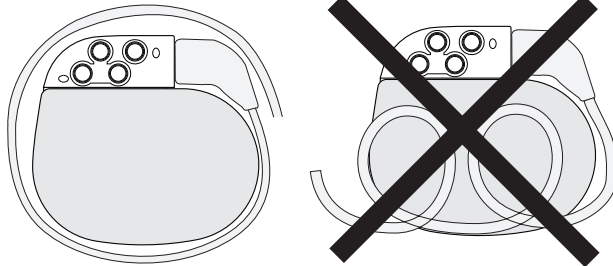

Figura 3. Avvolgimento delle estensioni in eccesso intorno al perimetro del neurostimolatore.
- Non arrotolare l'estensione in eccesso sul lato anteriore del neurostimolatore. Avvolgere l'estensione in eccesso intorno al perimetro del neurostimolatore (Figura 3) per ridurre al minimo la profondità della tasca sottocutanea, il rischio di danni potenziali durante l'intervento chirurgico di sostituzione del neurostimolatore, il rischio di attorcigliamento dell'estensione e le interferenze con la telemetria. L'estensione in eccesso non deve superare due avvolgimenti intorno al perimetro del neurostimolatore. Una lunghezza